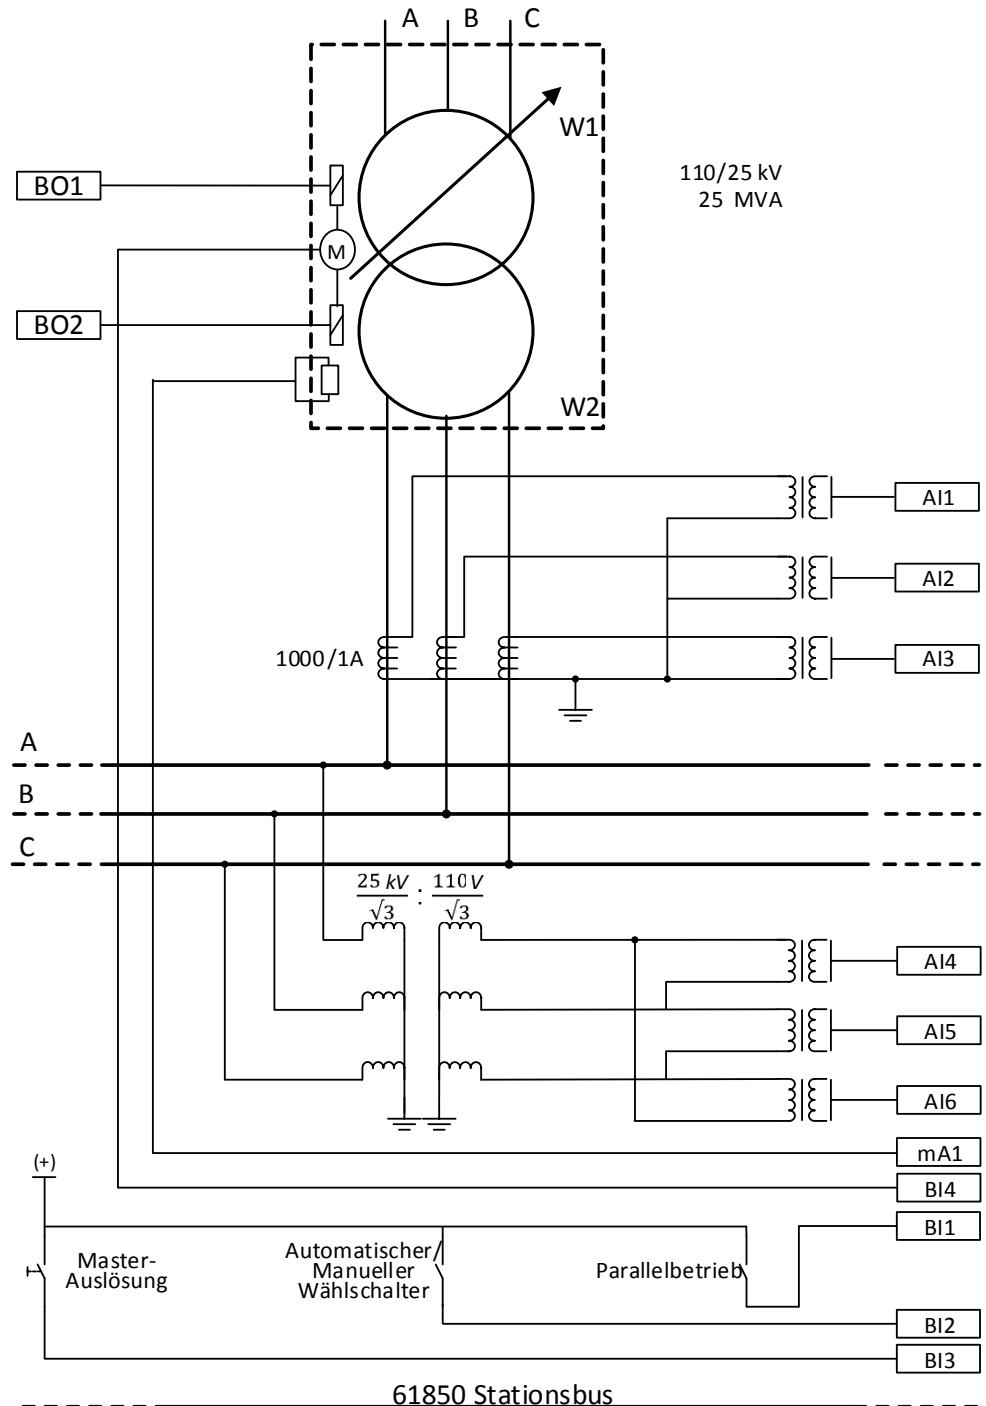

Abb. 50: Relais 2-Schnittstellen und CT/VT-Anschlüsse für TR2 in Beispielfall 3
Abbildung 50 zeigt die Anschlussdetails der Analogeingänge (AI) des Relais (Relais 2), Binäreingänge (BI), Milliampereeingänge (mA) und Binärausgänge (BO) für Transformator TR2 im Beispielfall. Die CT-Anschlüsse für die Leiterspannungsmessungen in allen Leitern und der VT-Anschluss für die